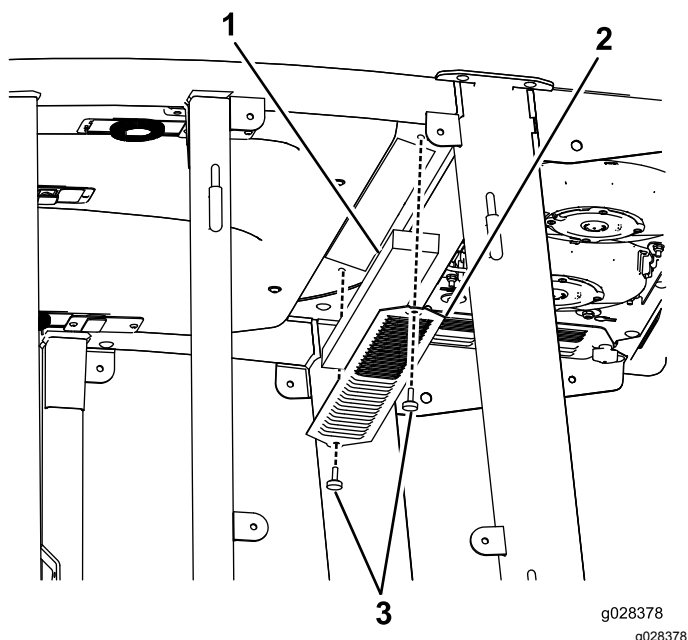
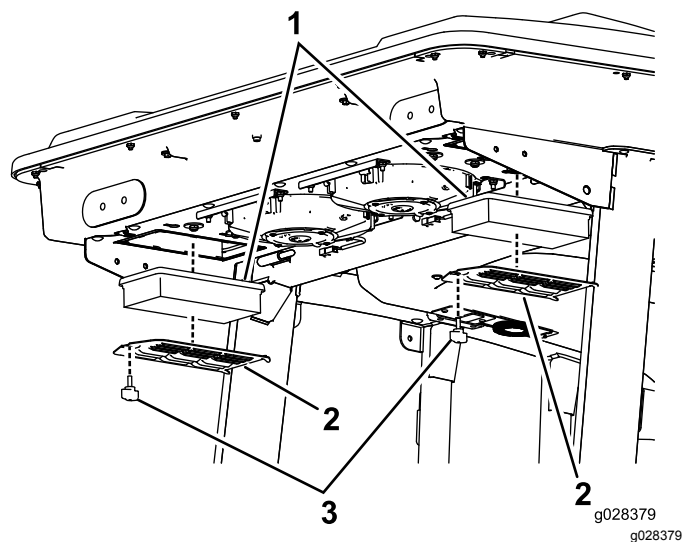
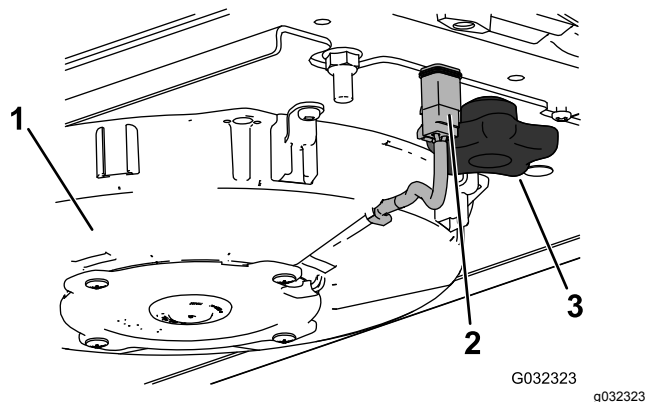
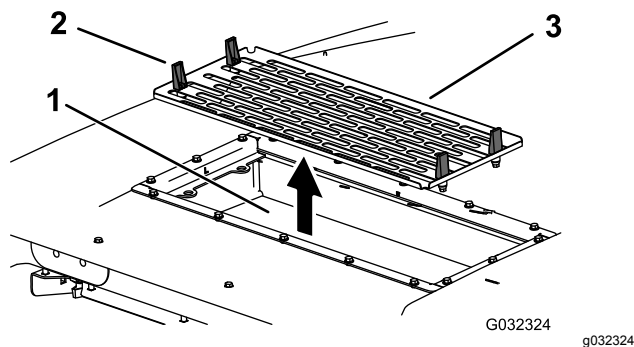

Figura 148
Figura 149
Figura 150
Figura 151
1. Remova os parafusos e as grelhas dos filtros de ar interior e traseiro da cabina (Figura 148 e Figura 149).
- Desligue o fio para cada uma das ventoinhas (Figura 150).
- Abra as 4 linguetas do conjunto do ar condicionado e retire o filtro (Figura 151).
- Retire os filtros (Figura 149).
- Instale os filtros de ar, painel e conjunto da ventoinha (Figura 149, Figura 150 e Figura 151).
8. Ligue o fio de cada uma das ventoinhas (Figura 150).